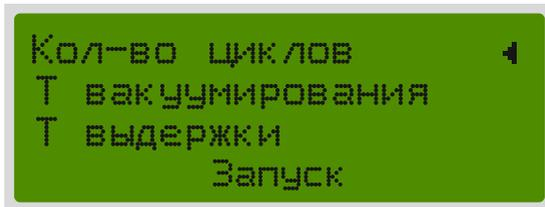

Рисунок 5 – Меню настройки устройства
6. Нажмите кнопку ► для перехода к настройкам (рис. 5).